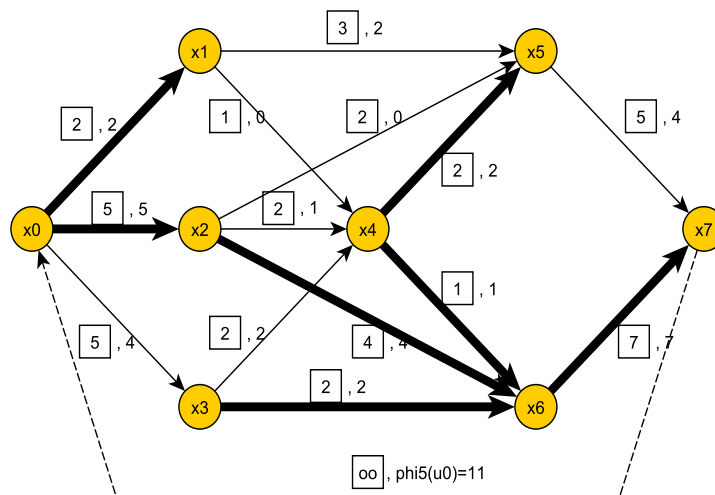

FIGURE 7.22 – Complétude - Graphe  $G_5$  - Exemple 7.3.1
- On considère le chemin  $\Gamma = (x_0, x_2, x_5, x_7)$  pour lequel  $\delta = 1$ . On ajoute 1 aux flux des arcs  $(x_0, x_2)$ ,  $(x_2, x_5)$ ,  $(x_5, x_7)$  et  $\varphi_5(u_0) = 11$ . Les arcs  $(x_0, x_2)$  et  $(x_5, x_7)$  sont saturés (cf. figure 7.22).